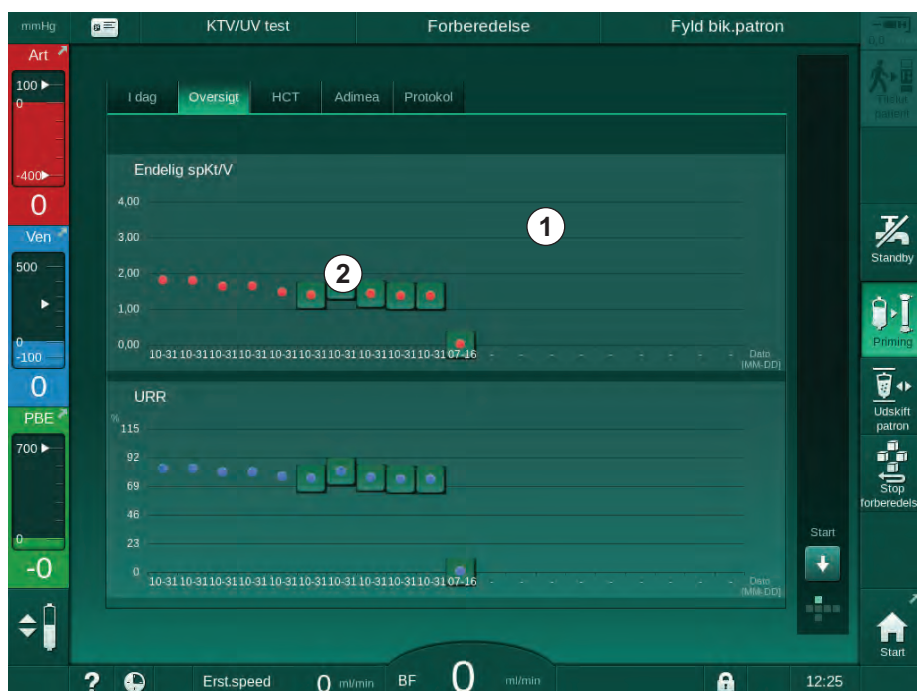

Fig. 11-14 Parameterhistorik på skærmen *Info*
For de sidste 6 afsluttede behandlinger er mere detaljeret information tilgængelig. Efter tryk på det tilsvarende mærke for parameteren (Fig. 11-14, ②) for en bestemt dato vises en tendens for denne parameter for denne særlige behandling (Fig. 11-15). Visningen er 5 minutter. Trendvisningen lukkes ved at trykke på *TILBAGE* ① .